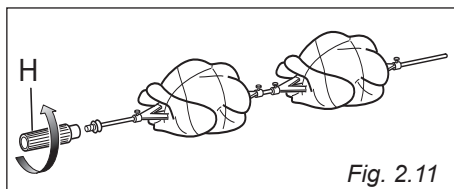

Fig. 2.11
- Infilare nell'asta le carni da cuocere avendo cura di fissarle centralmente con le apposite forchettoni (fig. 2.11).
- Togliere l'impugnatura atermica "H" ruotandola in senso antiorario (fig. 2.11).